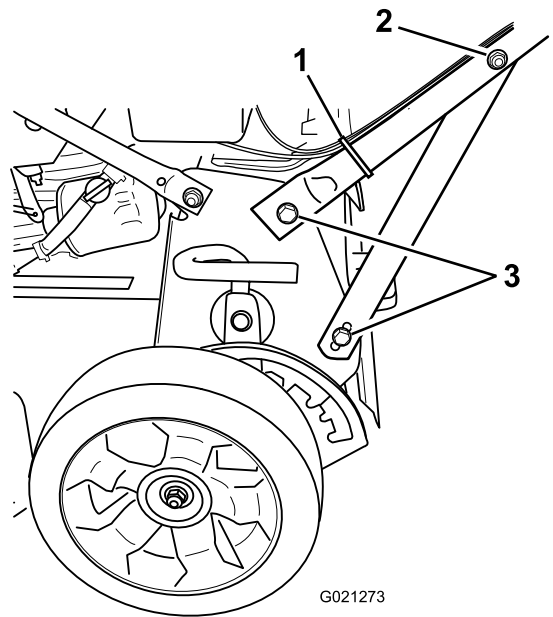

Figure 4
2. Écrou sur support de guidon (2)
3. Boulon (4)
5. Utilisez un serre-câble pour attacher les câbles à la partie inférieure du guidon, à l'emplacement indiqué à la Figure 4.